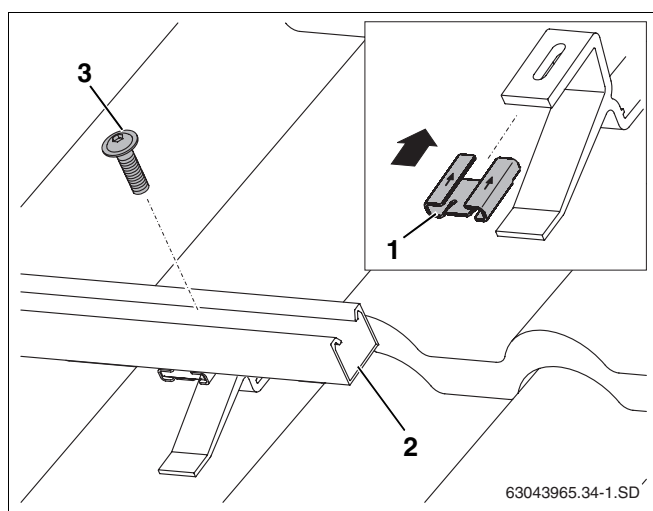

Fig. 32 Fijación de los perfiles guía a los ganchos de tejado
- ▶ Desplace la tuerca deslizante (fig. 32, **pos. 1**) sobre el gancho de tejado siguiendo el sentido de la flecha.
- ▶ Coloque los perfiles guía inferiores (fig. 32, **pos. 2**) sobre los ganchos de tejado y apriete ligeramente el tornillo M8 (fig. 32, **pos. 3**) para poder nivelar los perfiles guía.